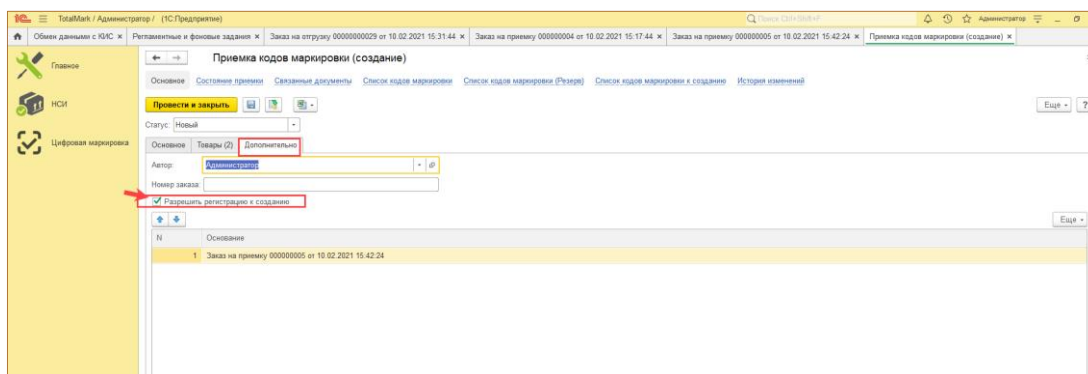

Рис. 10-12 - Работа с Приемкой в Total Mark
- 4.1. Так как приемке подлежат коды маркировки, которых еще нет в системе Total Mark (новый товар), то на вкладке «Дополнительно» в Приемке необходимо установить признак «Разрешить регистрацию к созданию» (Рис. 10-12);